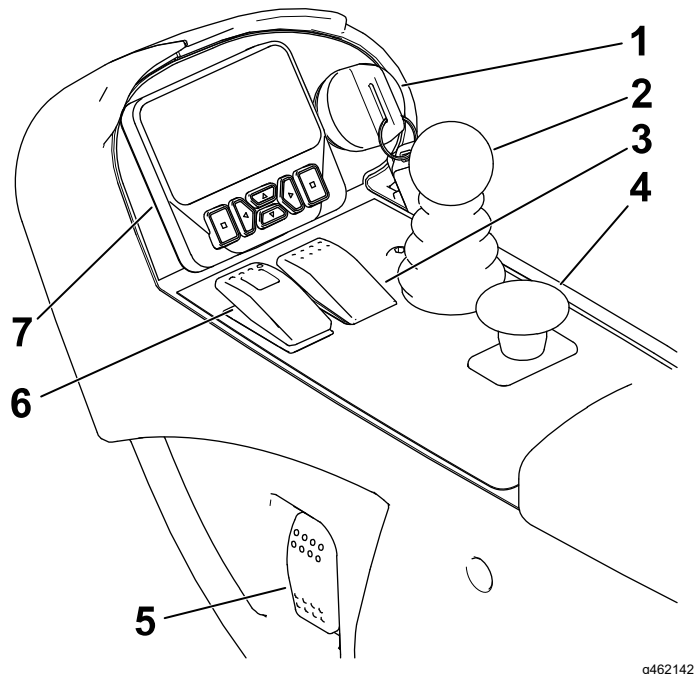

Figura 11
**Nota:** En situaciones de frenado de emergencia, quite el pie del pedal de tracción y gire el interruptor del freno de estacionamiento hacia adelante (Figura 11).
Si el interruptor de la TDF no está en Engranar (Figura 11), la máquina está en el modo de TRANSPORTE, lo que le permite conducir a una velocidad máxima de 16 km/h si la velocidad máxima no está limitada.
Para poner el freno de estacionamiento (Figura 11), mueva el interruptor hacia adelante en la consola. La luz roja del interruptor se enciende cuando está puesto. Para quitar el freno de estacionamiento, mueva el interruptor hacia atrás.
Esta palanca (Figura 11) eleva y baja las unidades de corte.
El interruptor de encendido (Figura 11) tiene tres posiciones: DESCONECTADO, CONECTADO/PRECALENTAMIENTO y ARRANQUE.
Gire el interruptor hacia arriba para encender los faros (Figura 11).
La pantalla LCD del InfoCenter muestra información sobre la máquina, como por ejemplo el estado operativo, diferentes diagnósticos y otra información sobre la máquina (Figura 11).